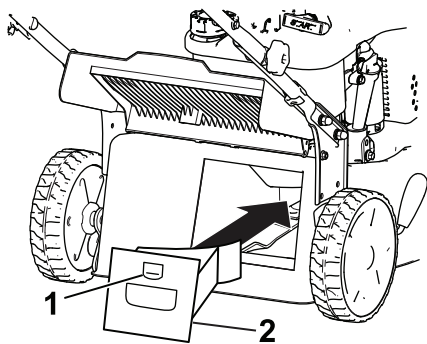

Figura 16
1. Ridicați și menineți ridicată trapa spate (Figura 16).
2. Montai obturatorul de mulcire în carcasă i blocai-l în deschiderea carcasei (Figura 16).